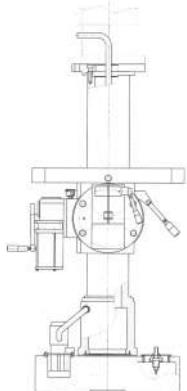

Рисунок 10
11.1 Чертеж стойки и опоры стола (рис. 10)